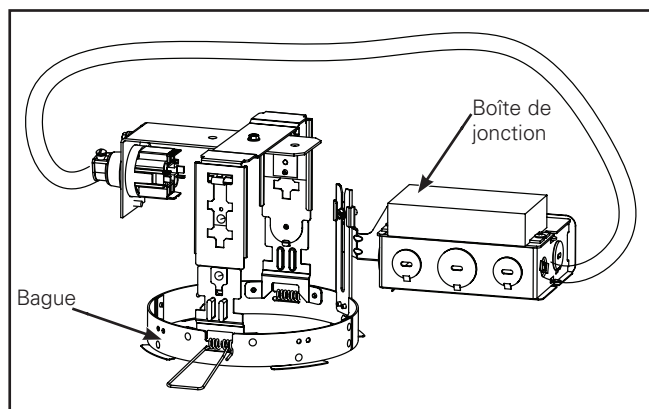

Figure 2.
1. Retirez les bras de la boîte de jonction de la barre de montage. (Figure 2.)